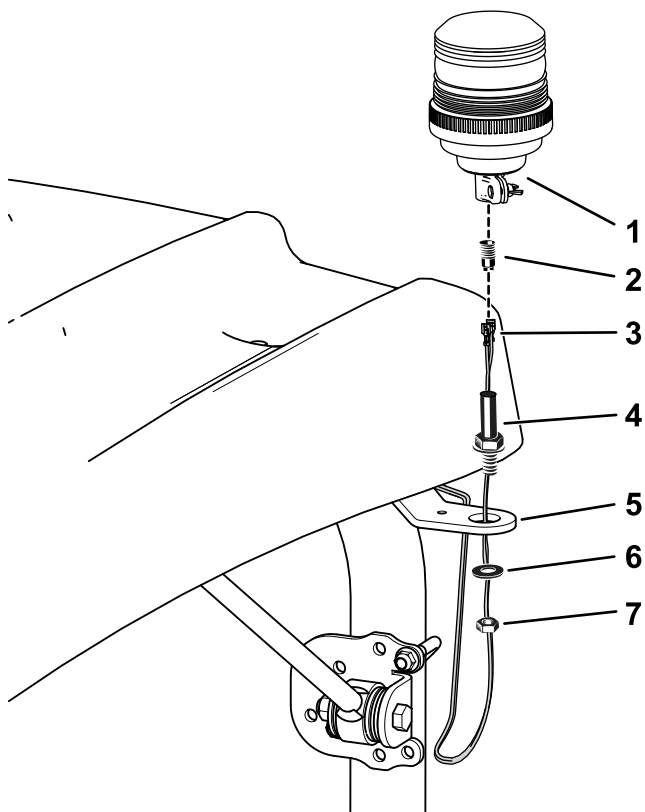

図 10
注 ビーコンのコネクタは、ビーコンソケットにねじ込まれています。はずして接続することができません図10。
5. 図10のように、ビーコンをブラケットに取り付け、ビーコンアセンブリを車体に取り付ける。